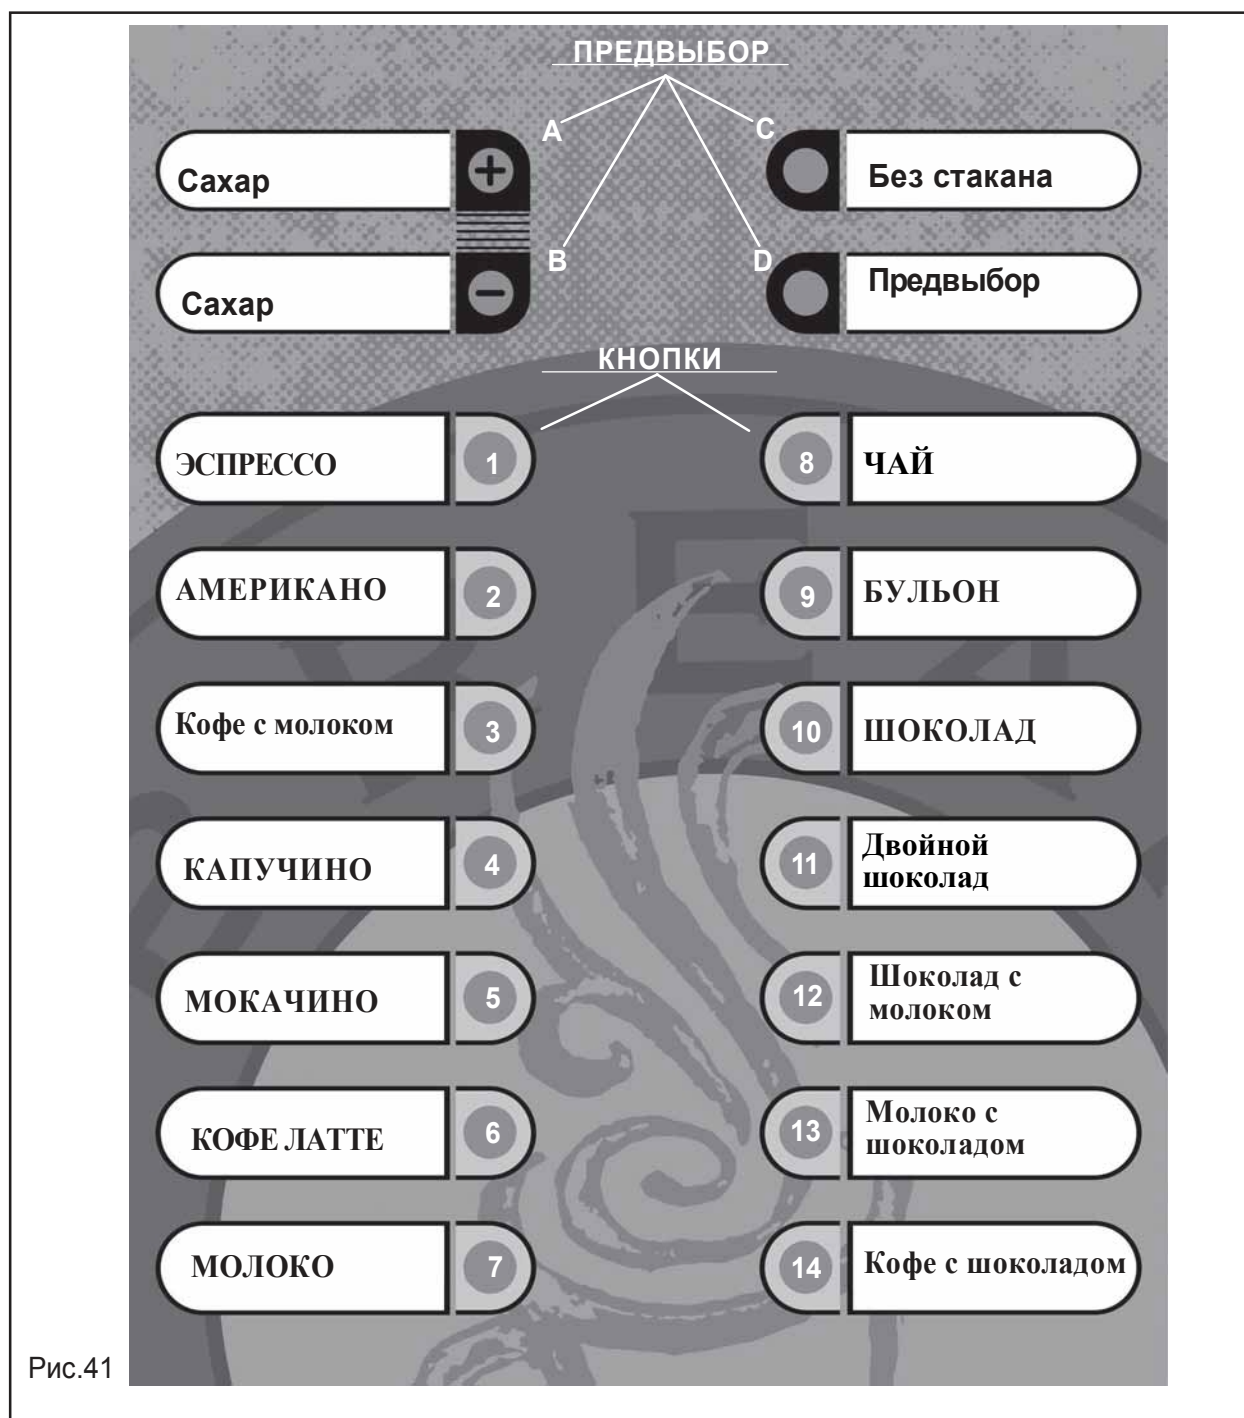

Рис.41
На Рис. 41 показано стандартное положение кнопок на панели двери; для четкого понимания во всех разделах делается ссылка на это стандартное расположение.
**Кнопка сахара “+” (А - Рис. 41)**
**Кнопка сахара “-” (В - Рис. 41)**
**Кнопка «БЕЗ СТАКАНА» (С - Рис. 41)**
**Кнопка «ПРЕДВЫБОР» (D - Рис. 41)**
**Кнопки с 1 по 14 (Рис. 41)**
### Кнопка сахара “+” (А - Рис. 41)
### Кнопка сахара “-” (В - Рис. 41)
### Кнопка «БЕЗ СТАКАНА» (С - Рис. 41). Ввод.
### Кнопка «ПРЕДВЫБОР» (D - Рис. 41): ОТМЕНА